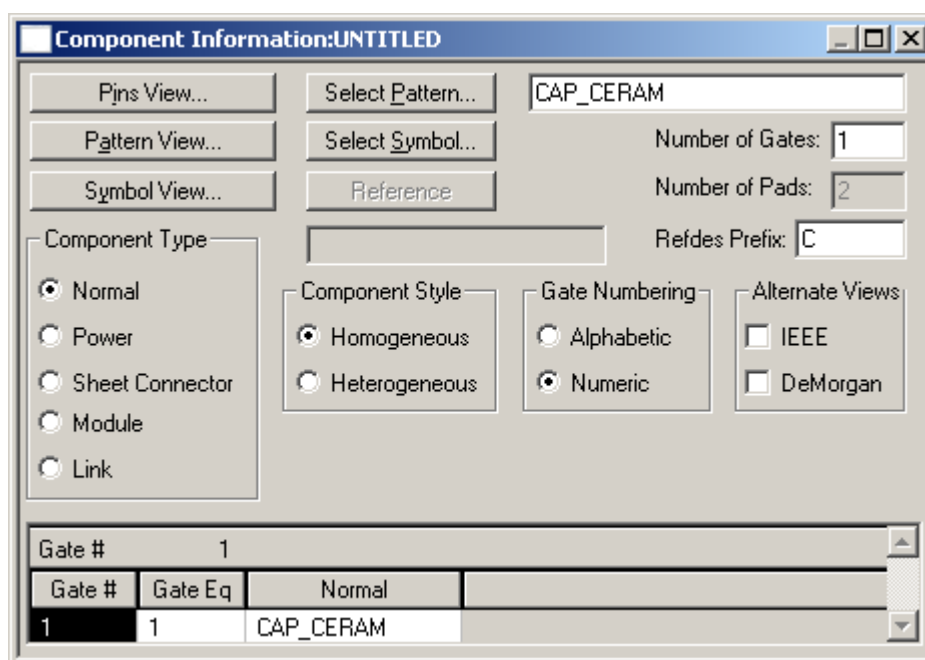

Рис. 12 Настройка параметров керамического конденсатора
- 4.7 Установите параметры компонента так, как показано на рис. 12.